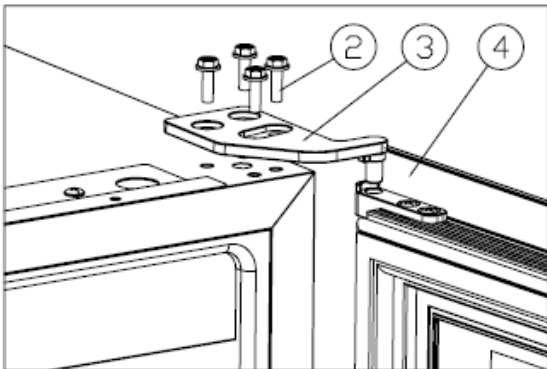

Figure 1
Desenrosque los tornillos M5\*16 (2), quite la bisagra superior derecha (3) y retire la puerta..[Figure 1].